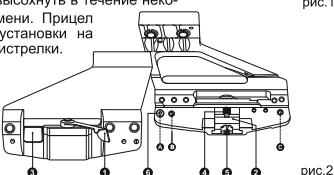

Fig.2
- Ruotare il fermo (1) in senso antiorario per la posizione "aperto" (Fig.2).
- Far scorrere l'attacco con la piastra di bloccaggio aperto (2) sulla guida sul lato del fucile.
- Ruotare il fermo (1) in senso orario finché non sia chiuso. Si sente il fermo (1) e il blocco (3) fare clic.
- spingere lo sportellino di chiusura (2) verso la molla (4) finché non si sgancia;
- tenere il blocco di arresto (2) in questa posizione e regolare il serraggio del dado di fissaggio;
- se il supporto non si serra sulla guida, avvitare il dado (5) in senso orario fino a quando non è più stretto;
- Se non è possibile fare clic sulla chiusura, svitare il dado (5) in senso antiorario.
- Svitare la vite di fissaggio (6), applicare un po' su di sigillante (Locite 638 per esempio) e metterlo in una delle tre posizioni (A, B, C). La posizione della vite di fissaggio dipende dal tipo di fucile.